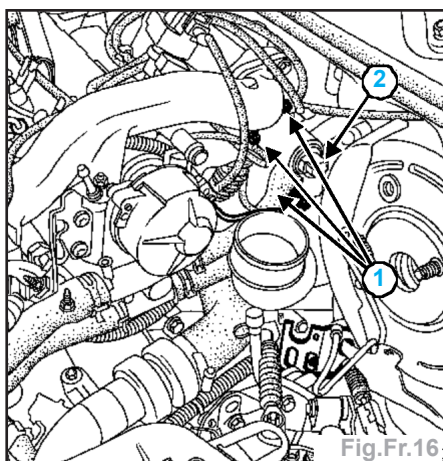

Fig.Fr.16
- Déposer les vis de fixation (**1**) de la vanne de recirculation des gaz d'échappement (Fig.Fr.16),